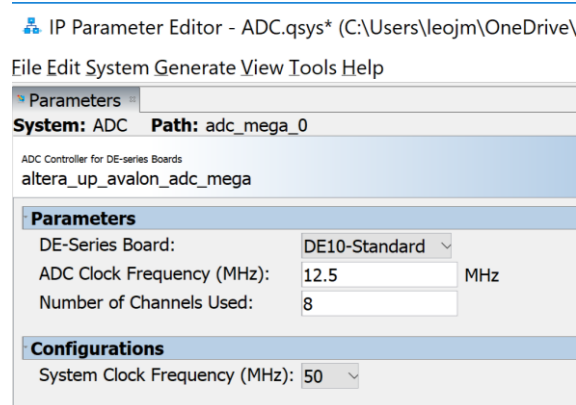

Figura 16. Establecimiento de parámetros en el bloque IP.
16. En los parámetros del bloque ADC deben de estar colocado el nombre de la tarjeta DE10-Standard, la frecuencia de muestreo del ADC a 12.5 MHz y el número de canales a usar que son 8, como se visualiza en la Figura 16.